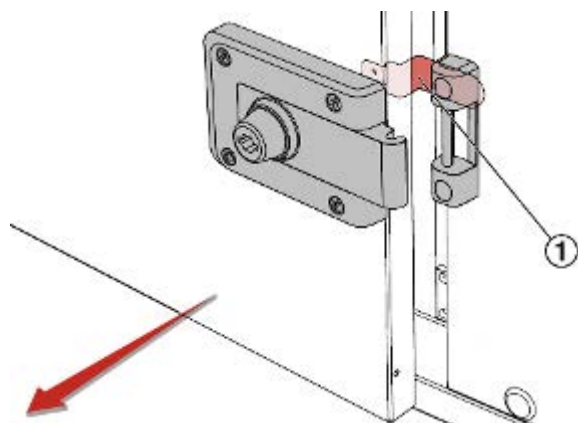

Fig. 51: Cierre de seguridad
3. ▶ Abra con cuidado la puerta de acceso hasta que quede atrapada por el cierre de seguridad (Fig. 51 /1).